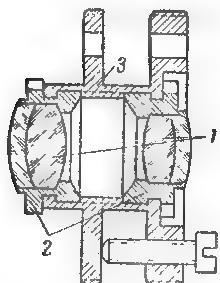

Рис. 99. Разрез обрачивающей системы:
**Обра-щающая система** (рис. 99) состоит из четырех линз, склеенных по две. Каждая пара